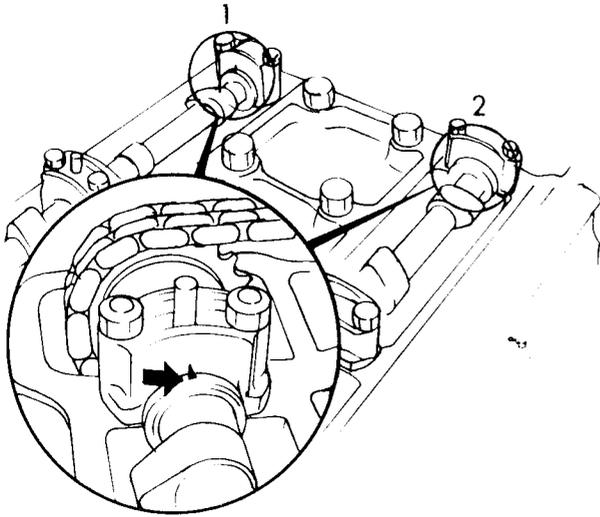
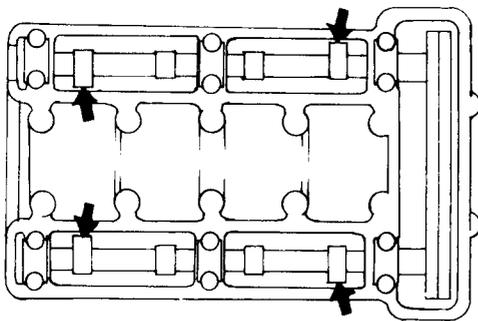

Bild 56
Bild 57
- An der Innenseite der beiden Nockenwellensterräder kontrollieren, ob sich die Zeichen in den Wellen und Lagerdeckeln gegenüberstehen, wie es aus Bild 56 ersichtlich ist, und dass die beiden Nockenspitzen wie in Bild 57 ausgerichtet liegen.
- Mit dem genannten Schlüssel die Nockenwelle verdrehen (ohne dabei die Kette zu bewegen), bis die in Bild 56 gezeigten Markierungen genau ausgerichtet sind.
- Nachdem die Nockenwellen und die obere Kette ausgebaut wurden, müssen die Wellen mit den Nockenspitzen, wie in Bild 57 gezeigt, ausgerichtet werden.